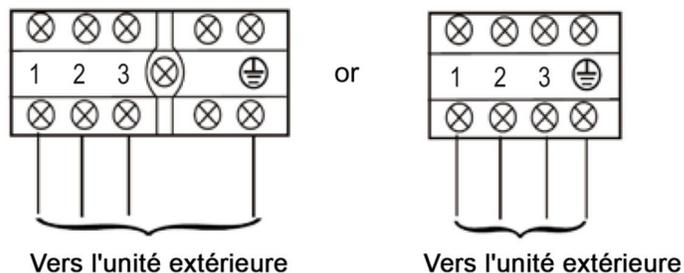

Fig. 23
3. Branchez chaque conducteur à la borne de l'unité intérieure (L1, L2, S et Ground (Terre)) selon les étiquettes de chaque borne (Fig. 23).
4. Utilisez un réducteur de tension pour fixer le câble (Fig. 23).